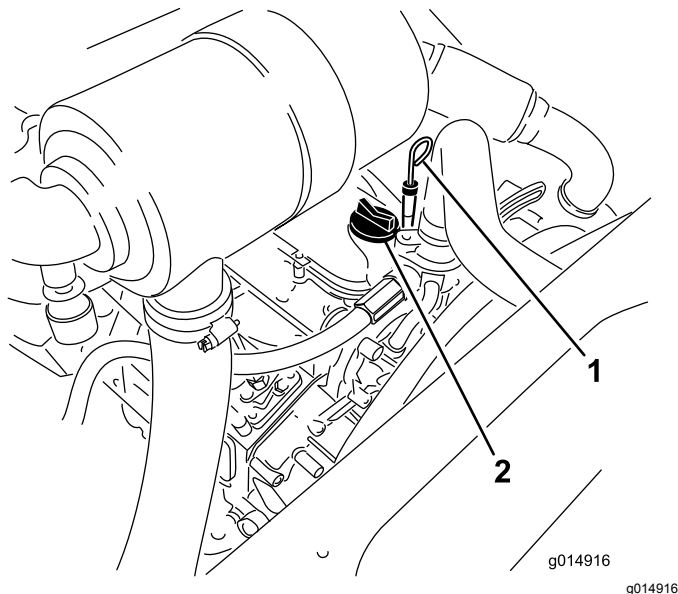

図 31
3. ディップスティックを抜き取り、付いているオイルをウェスで拭きとってもう一度差し込む(図 31)。
5. オイルの量がFULLマークよりも下である場合は、補給キャップ 図 31 を取り、FULL 位置までオイルを補給する。